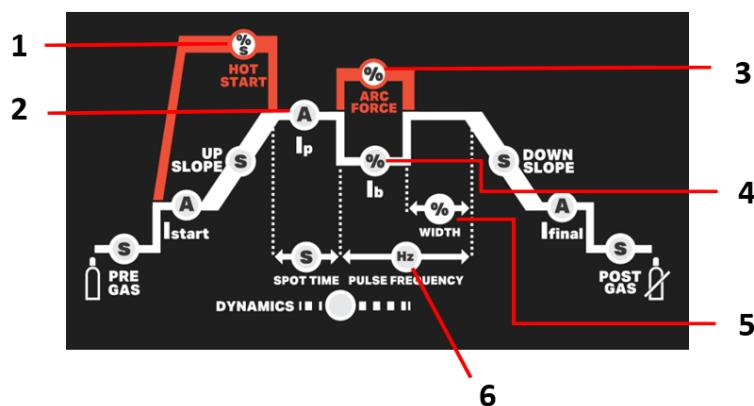

Fig. 1 – Parámetros MMA
**Soldadura MMA****Para TP 164-224 DC (Ver los Artículos de la Fig. 1)**
- Ajustar el valor de la corriente al diámetro del electrodo (Fig.1 - 2), según la siguiente tabla, para ajustar las máquinas según el electrodo a utilizar e iniciar la soldadura.